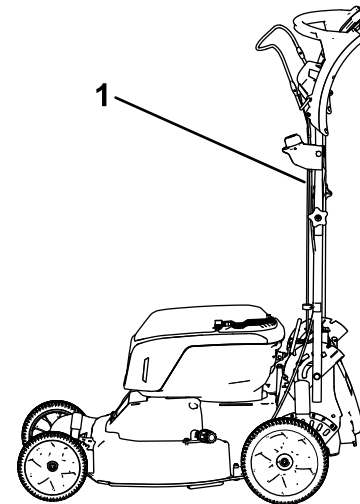

Figura 26
1. Bloqueie a pega na posição vertical (Figura 26); consulte Ajuste da altura da pega (página 13).